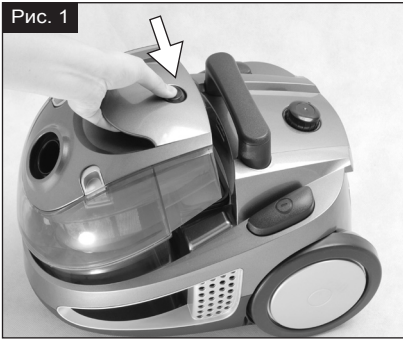

Рис. 2
- Извлеките контейнер для воды (20) из прибора, нажав на кнопку-замок контейнера (21). (Рис. 2)